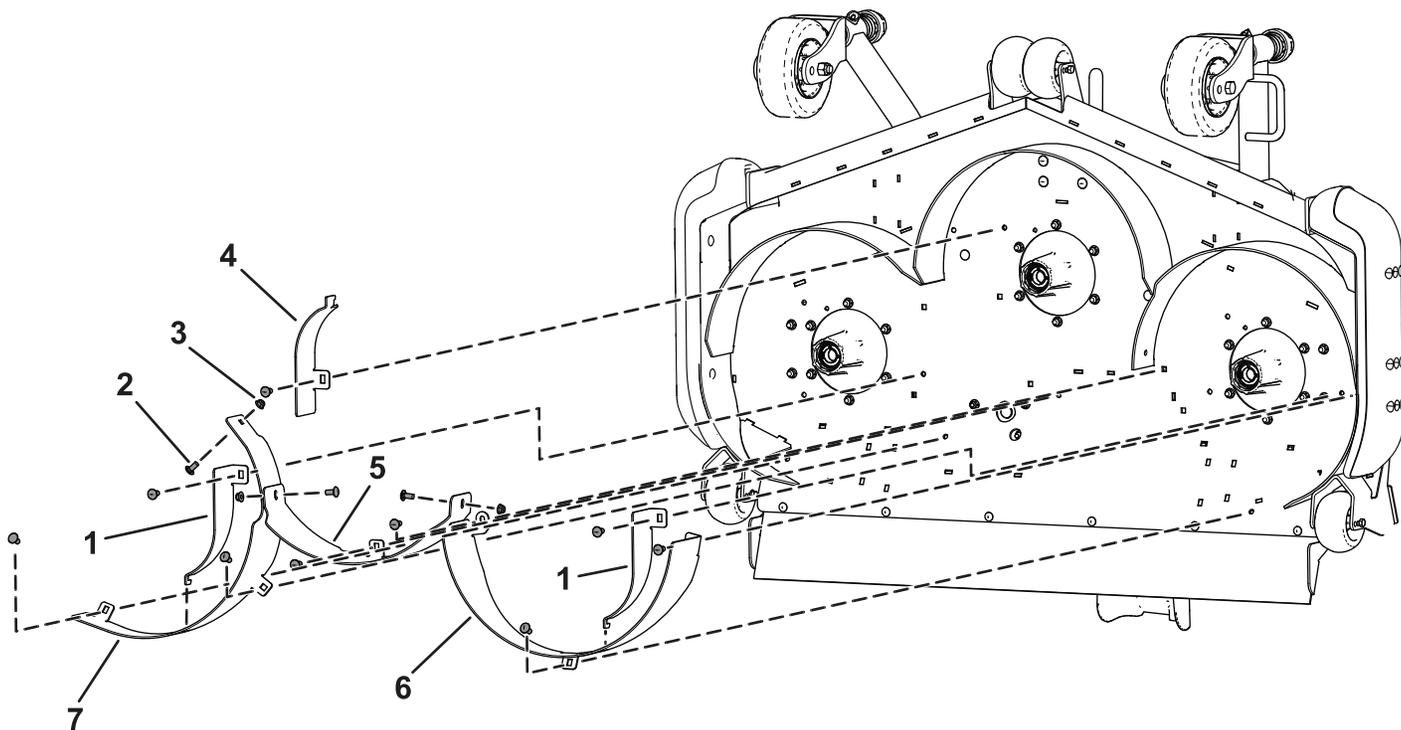

Figure 6
1. Fixez légèrement le déflecteur arrière droit sur le plateau de coupe à l'aide de 3 boulons de carrosserie (3/8" x 7/8") et de 3 contre-écrous (3/8"), comme montré à la Figure 6.
2. Fixez légèrement le déflecteur arrière gauche sur le plateau de coupe à l'aide de 3 boulons de carrosserie (3/8" x 7/8") et de 3 contre-écrous (3/8"), comme montré à la Figure 6.
3. Fixez légèrement le déflecteur central arrière sur le plateau de coupe à l'aide de 2 boulons de carrosserie (3/8" x 7/8") et de 2 contre-écrous (3/8"), comme montré à la Figure 6.
4. Fixez légèrement le déflecteur central arrière au déflecteur arrière droit à l'aide d'un boulon de carrosserie (3/8" x 7/8") et d'un contre-écrou (3/8"), comme montré à la Figure 6.
5. Fixez légèrement les 2 déflecteurs « kicker » latéraux et le déflecteur « kicker » central à l'aide de 3 boulons de carrosserie (3/8" x 7/8") et de 3 contre-écrous (3/8"), comme montré à la Figure 6.